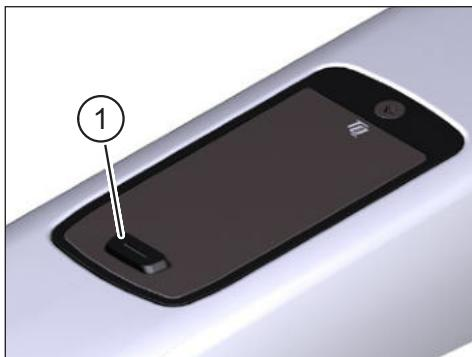

Fig. 2: Display
- Pulse **brevemente** el botón (Pos. 1 en Fig. 2) del Display para encender el accionamiento.
- Pulse **largamente** el botón (Pos. 1 en Fig. 2) del Display para desconectar el accionamiento.